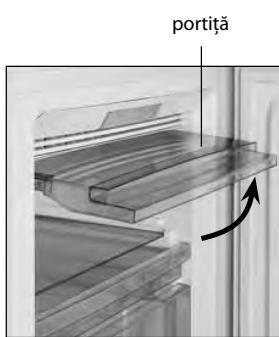

Figura 7
**3.2** Pentru a încărca produsele pe raftul de sticlă de sus ridicați porția până la fixarea ei în poziție orizontală cum vedeți în figura 7.